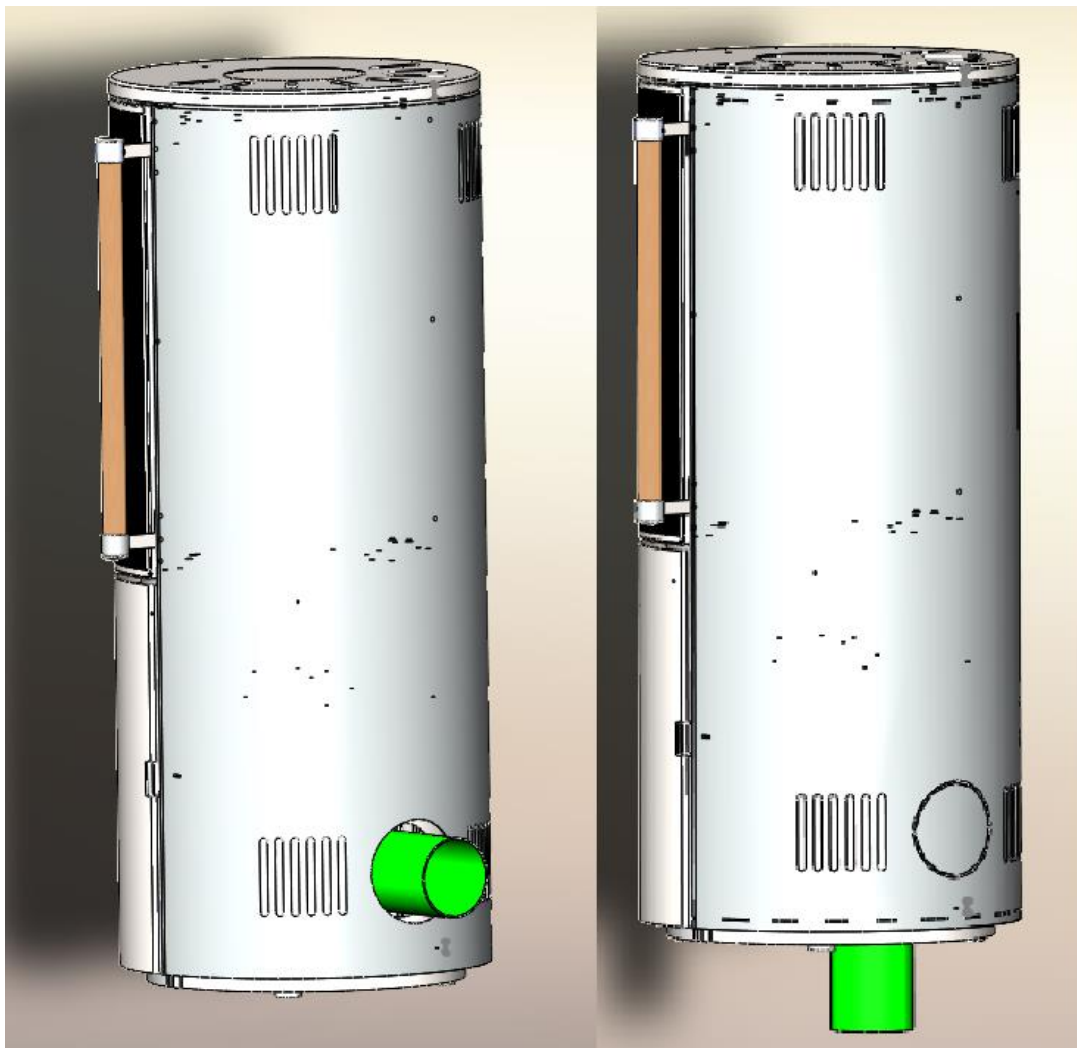

Abbildung 4 Anschluss für Außenluft an der Rückseite / am Boden
5. Abbildung 4 Anschluss für Außenluft an der Rückseite / am Boden	Seite 7